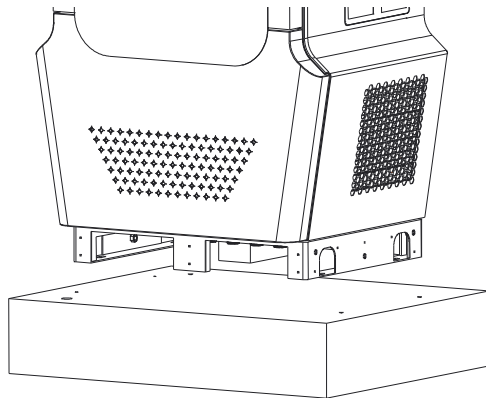

Abbildung 14. Positionierung der EVSE
1) Heben Sie die Ladesäule über den Betonsockel. Siehe Abbildung 14.